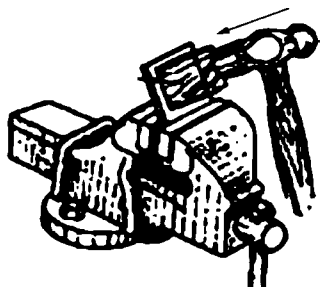

图 1-11 台虎钳受力要求
(4) 进行强力作业时,应尽量使力量朝向固定钳身,否则就会额外增加丝杠和螺母的受力,造成螺纹的损坏,严重时折断螺母,使台虎钳不能正常使用。如图 1-11 所示。